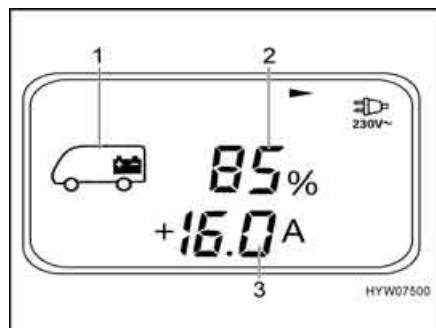

Fig. 142 Menu Batteria (batteria dell'abitacolo)
*Richiamo del menu:* ■ Premere il tasto (Fig. 139,2): Appare il menu Batteria (Fig. 142).
- Capacità della batteria (% o Ah) (Fig. 142,2), corrente di carica (+A) (Fig. 142,3) e corrente di scarica (-A) della batteria dell'abitacolo (Fig. 142,1). Come cambiare dall'indicatore % a quello Ah: Premere il tasto "OK" (Fig. 139,6).
- Tensione (V) della batteria dell'abitacolo e della batteria di avviamento (pagina di menu 2)